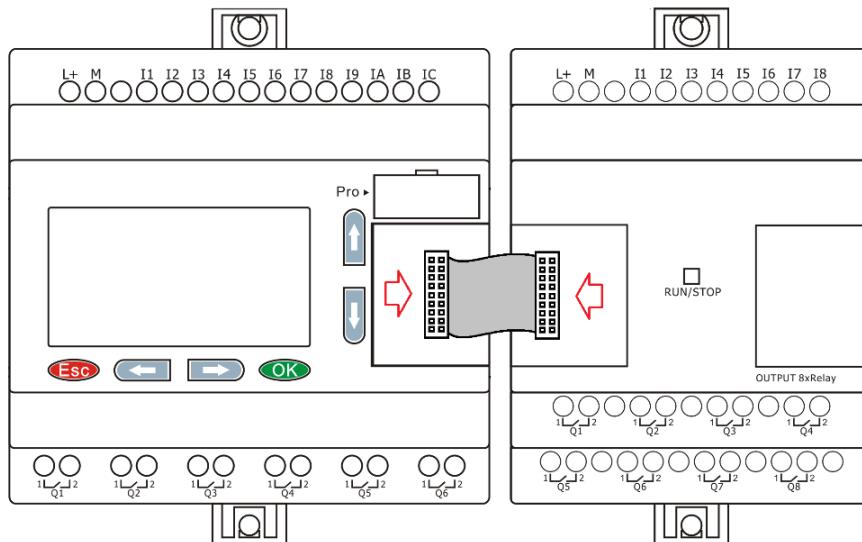

Рисунок 3.29 - Монтаж на поверхность
3. Аналогичным образом закрепите модули расширения справа от модуля ЦПУ и соедините модули при помощи шлейфовой перемычки. Для доступа к соединительным разъемам необходимо открыть пластиковые защитные крышки на соединяемых модулях (рисунок 3.29).